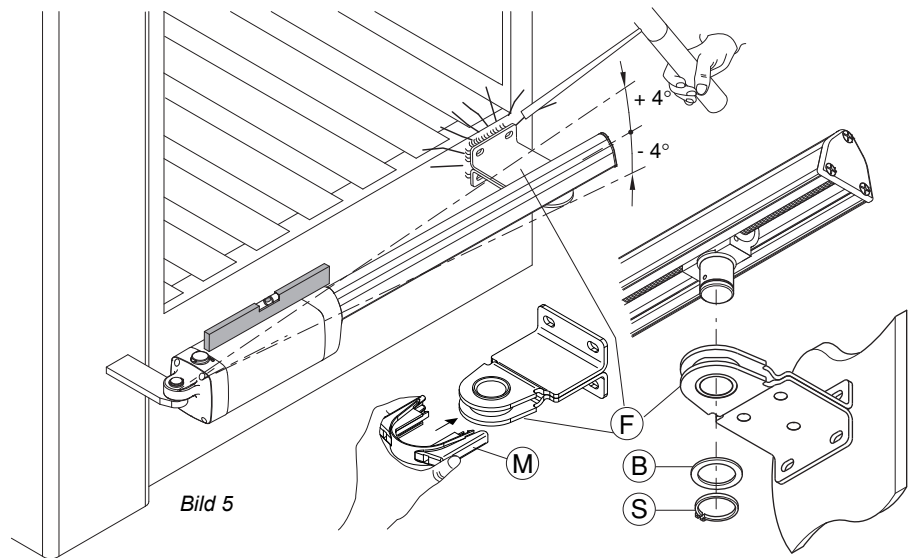

Bild 5
Den Magnethalter (M) bei der Montage auf den Torflansch (F) drücken, bis dieser mit einem Klick einrastet. (Bild 5) Die Antriebe auf den Pfosten- (P) und Torflansch (F) positionieren und mit der Unterlegscheibe und den Sprengringe (S) sichern.